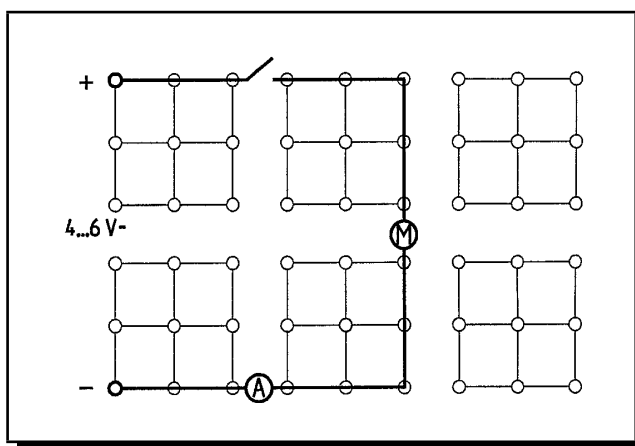

Figura 3.29: Funcionamiento del motor
- 2 Monte el experimento como se ilustra en la Figura 3.29, donde M es el símbolo del motor.